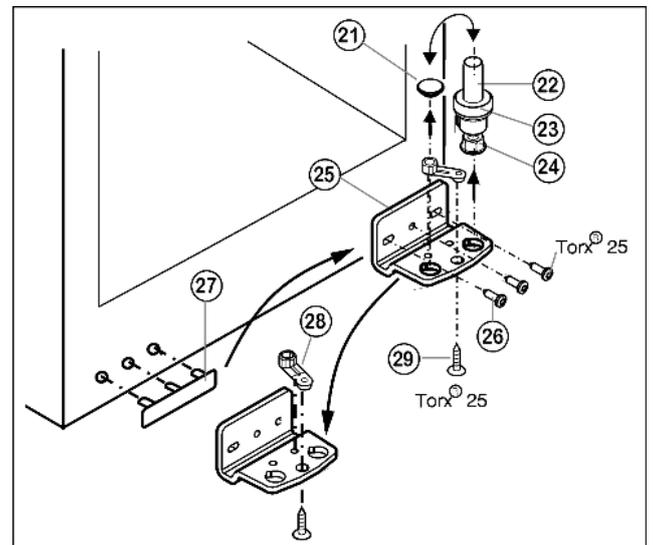

Fig. 4
- ▶ Retirer le pivot Fig. 4 (22) complètement avec le disque Fig. 4 (23) et le pied réglable Fig. 4 (24) par le haut.
- ▶ Enlever le bouchon Fig. 4 (21).
- ▶ Dévisser Fig. 4 (25) le support d'appui Fig. 4 (26).
- ▶ Dévisser l'élément pivotant Fig. 4 (28) et le permuter dans le trou opposé du support d'appui.
- ▶ Soulever le cache côté poignée Fig. 4 (27) avec précaution et le positionner sur le côté opposé.
- ▶ Revisser à fond le support d'appui Fig. 4 (25) sur le nouveau côté charnière en utilisant une visseuse sans fil si nécessaire, avec un couple de serrage de 4 Nm.
- ▶ Réinsérer le bouchon Fig. 4 (21) dans l'autre trou.
- ▶ Replacer complètement le pivot Fig. 4 (22) avec le disque et le pied réglable. Faire attention à ce que les ergots d'encliquetage soient tournés vers l'arrière.
- ▶ Placer la porte par le haut sur le pivot inférieur Fig. 4 (22).
- ▶ Aligner éventuellement la porte par rapport aux deux trous oblongs du support d'appui inférieur Fig. 4 (25) pour qu'elle affleure avec l'habillage de l'appareil. Pour cela, dévisser la vis centrale.